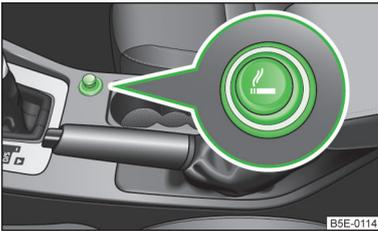

Abb. 62
- Den Anzünderknopf des Zigarettenanzünders hineindrücken » Abb. 62.